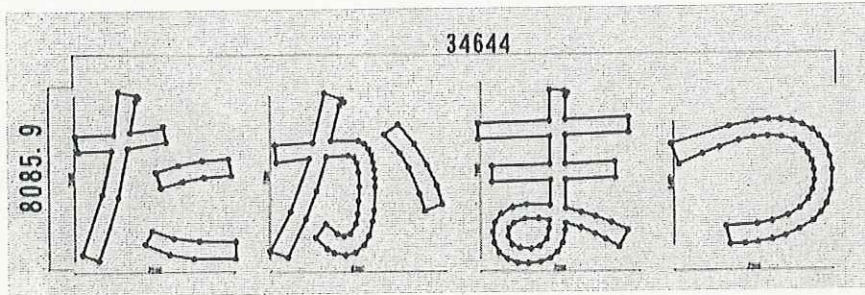

図1 設計図①
設計図①（図1）は、ひらがな特有の丸みや柔らかさを出すため点（測点）の数を多くした。そのため、176点となり1日では作業できないと判断した。